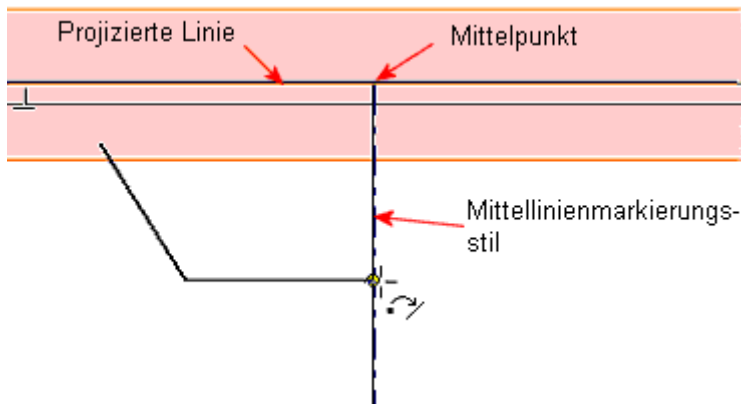

Bild 8: Prägungsskizzenelemente
6. Zeichnen Sie zwei Verbindungslinien wie in Bild 8 dargestellt. Der Endpunkt der horizontalen Linie ist koinzident zu der Mittellinie.